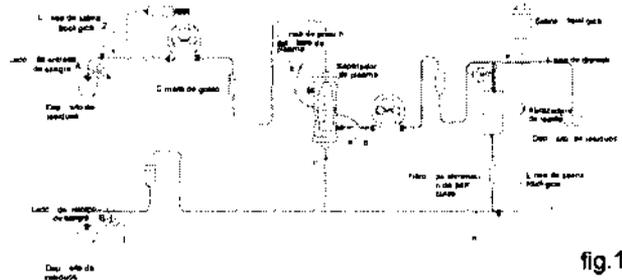

fig. 10
- ② Afloje una abrazadera en ②. Drene la salina fisiológica en el separador de plasma de la línea de drenaje hasta que el menisco baja hasta el nivel medio del separador de plasma (Fig. 10) y apriete la línea de presión del filtro de plasma en ② con una abrazadera.